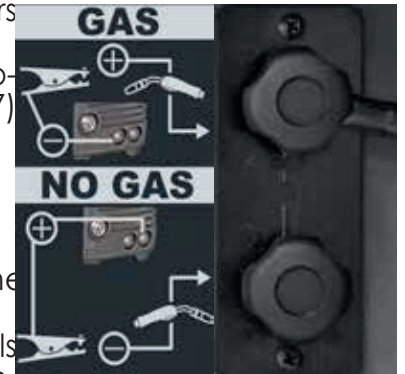

Abbildung 7
- Gasleitung am Druckregler anschließen, dazu mit der beiliegenden Schelle und der hinteren Gummihalterung befestigen (12).
6.1.6 GLEICHSTROM-LICHTBOGENSCHWEISSEN OHNE GAS (MOG). (ABB.7)
- Das Kabel der Massezange an die positive Buchse (7) des Generators anschließen.
- Das Kabel des Brenneranschlusses an die negative Klemme des Sockels des Polaritätswechslers im Inneren der Drahtspulenkammer (17) anschließen.